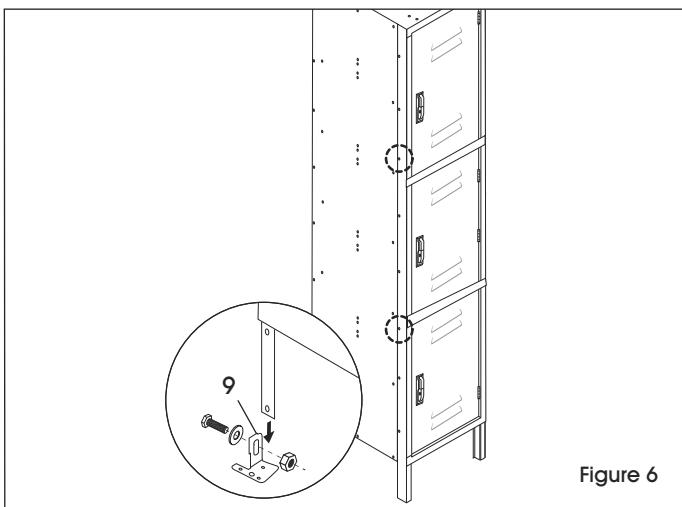

Figure 6
8. À deux personnes et en prenant soin de ne pas faire porter l'ensemble du poids sur les pieds arrière, soulevez l'unité à la verticale et placez-la à l'endroit voulu. Vérifiez et serrez tous les boulons permanents. (Voir Figure 6)
1. Si vous rattachez deux unités, installez temporairement un boulon et un écrou dans le troisième et le sixième trou à partir du haut du cadre extérieur qui sera rattaché au cadre de casier adjacent. (Voir Figure 6)
2. Utilisez les pattes de nivellement et le matériel (9) fournis pour niveler l'unité. (Voir Figure 6)